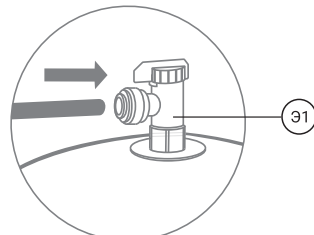

Рис. 21
5. Подключите синюю пластиковую трубку, идущую от фитинга-тройника угольного пост-фильтра к вентилю (Э1) накопительного бака: вставьте пластиковую трубку в фитинг до упора (рис. 21), для герметизации соединения приложите дополнительное усилие, при этом трубка утопится еще примерно на 3 мм и будет плотно обжата резиновым кольцом фитинга.